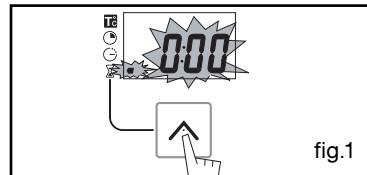

fig.1
- Appuyez sur la touche "▲" (fig.1) jusqu'à faire clignoter le symbole minuterie